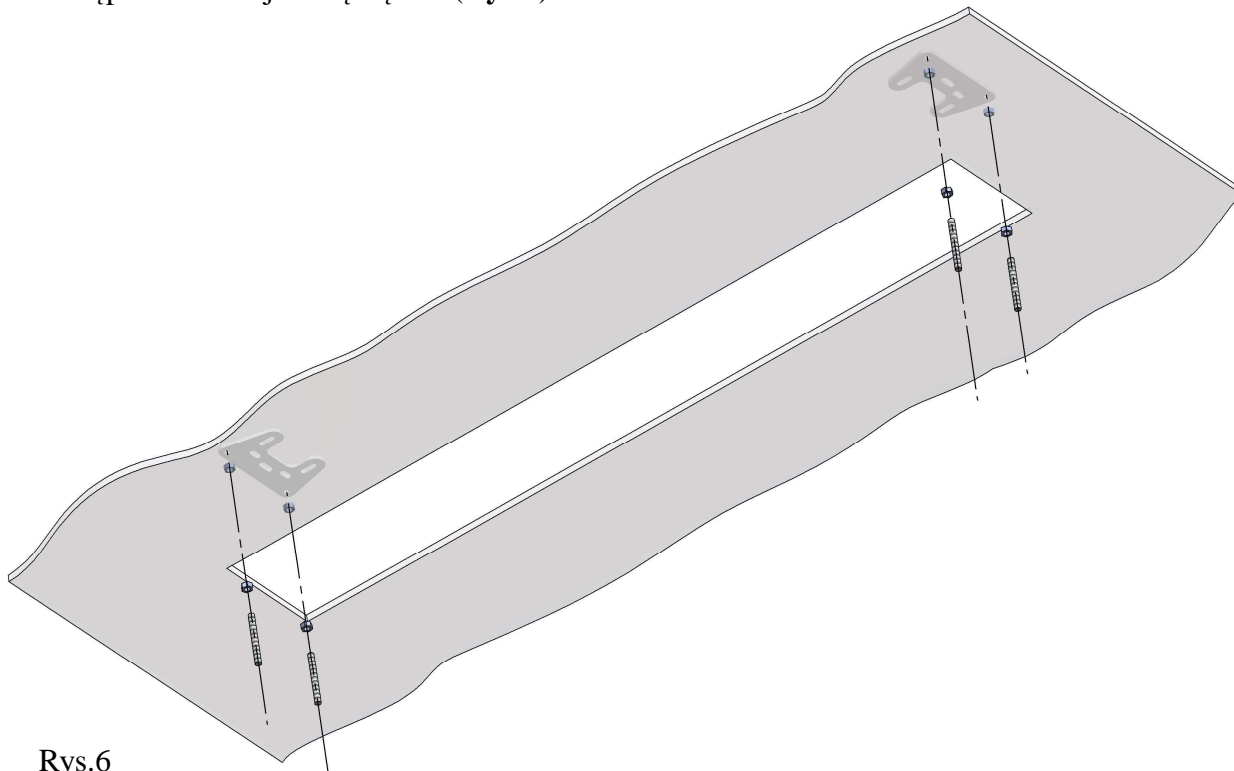

Rys. 5
6. W miejsce wywierconych w suficie właściwym otworów przykręć podstawy montażowe korzystając z dołączonych kołków i wkrętów (**Rys.5**).